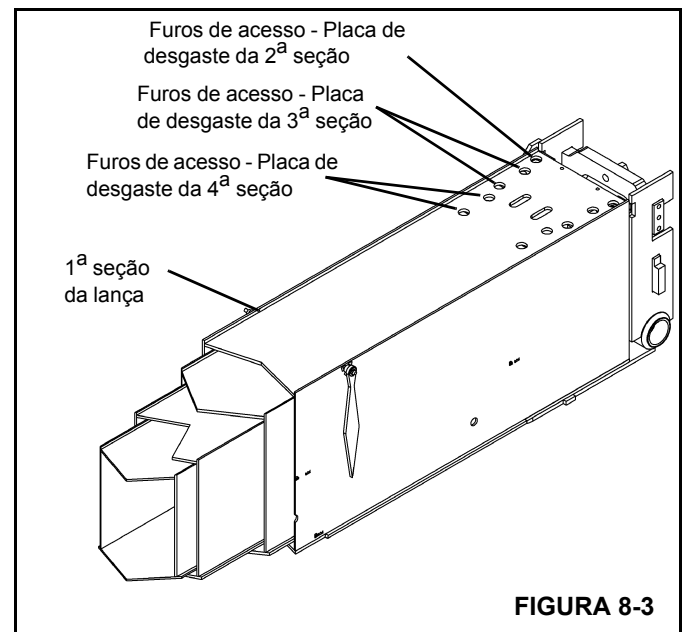

FIGURA 8-3
2. Aplique graxa em todos os pontos de contato das placas de desgaste na parte superior da 2ª seção através dos furos de acesso na 1ª seção com uma pistola de graxa (Figura 8-3).